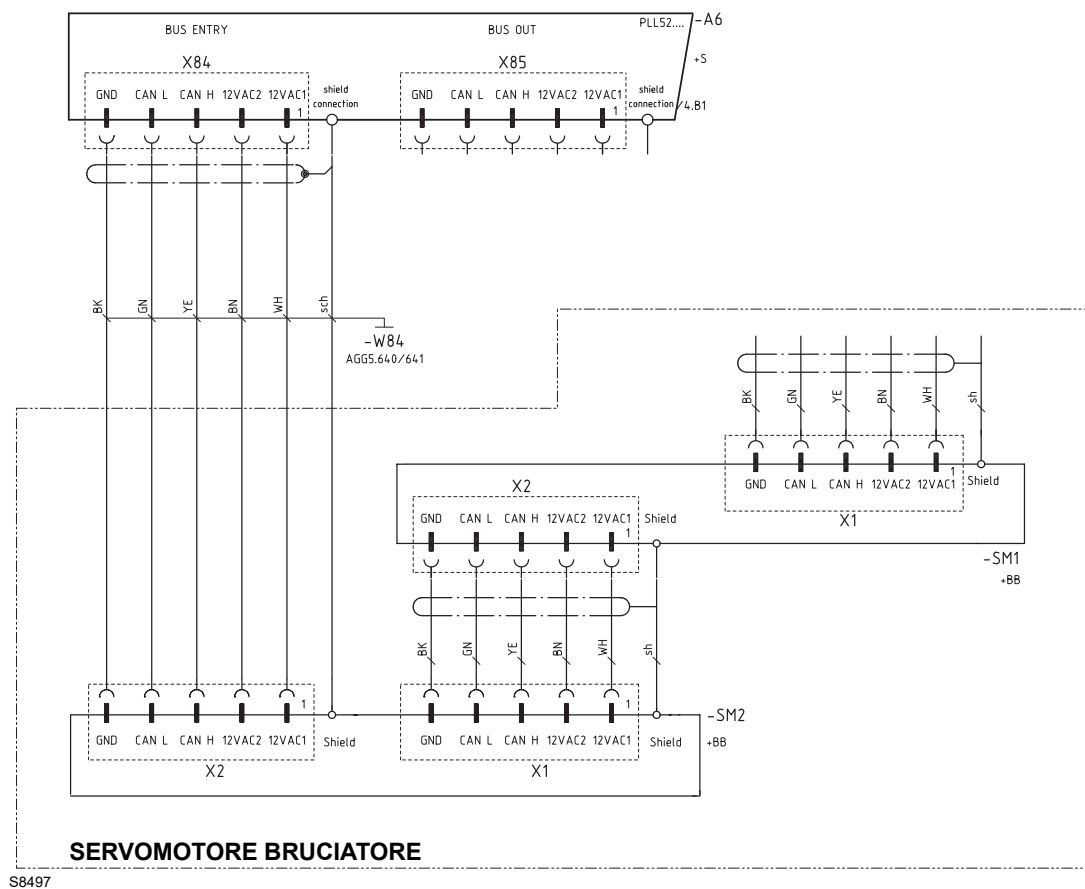

Fig. 7
- Installare il passacavo dato a corredo sull'ultimo servomotore del bruciatore (Vedi Fig. 7).